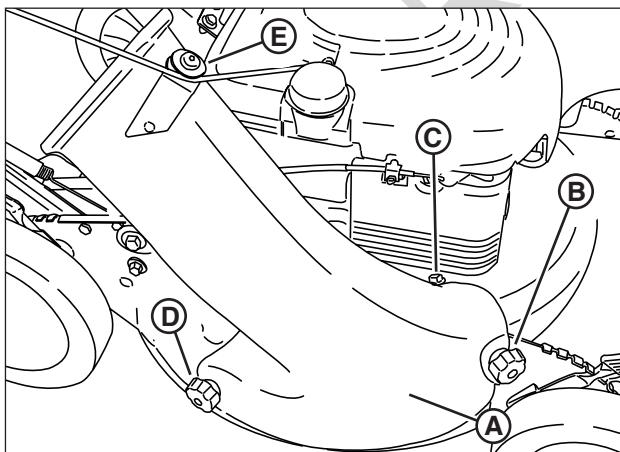

Figura 10: Instalación del adaptador de la bolsa para césped
2. Instale el adaptador (**A**, **Figura 10**) en la cubierta en lugar de la cubierta de mantillo, y asegúrese de lo siguiente: